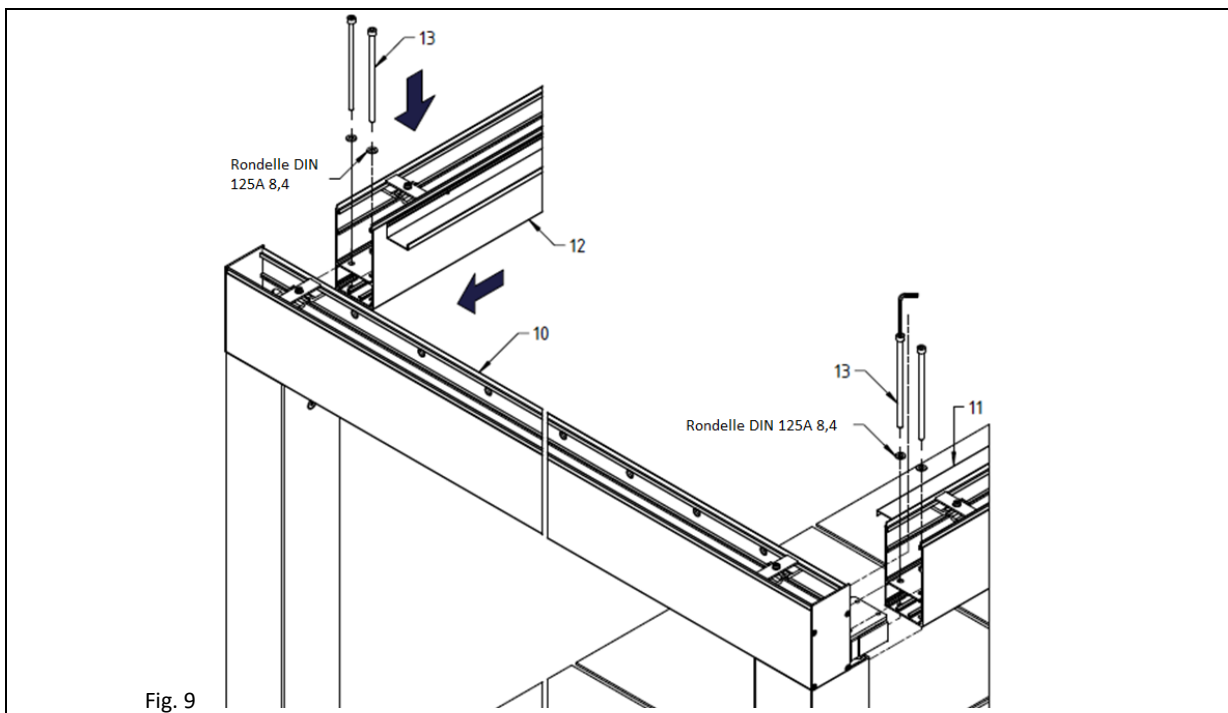

Fig. 9
7. La porte boulonnée avec la poutre d'entraînement (10) doit être placée en position verticale et les traverses A (11) et B (12) doivent être glissées et boulonnées avec des boulons ISO 4762 M8x170 (13) conformément à la figure 9.
8. Soutenir l'autre côté des traverses jusqu'à ce que la deuxième porte soit montée. Si les traverses ne peuvent pas être glissées librement, desserrer les boulons de la poutre longitudinale (10).